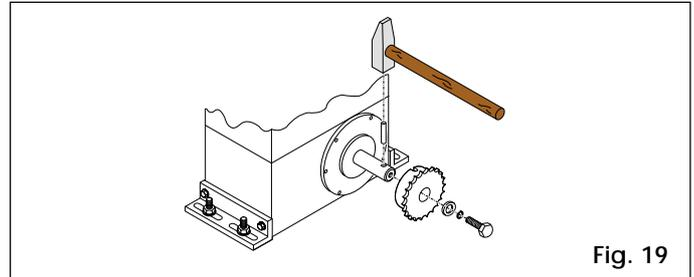

Fig. 19
**4.5.1. MOD. 746 EMC CAT (Fig. 19 y 20)**